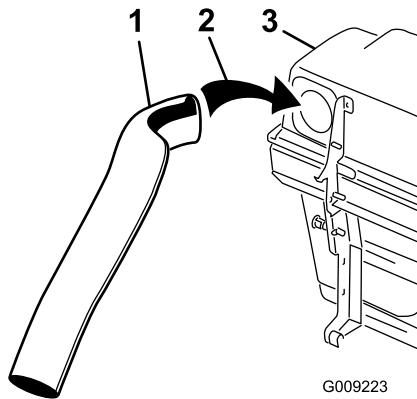

Bild 22
5. Setzen Sie das obere Rohr in die Öffnung am Heckfangsystem ein und ziehen es zurück, sodass die Gummidichtung hervorsteht (Bild 22 und Bild 24).